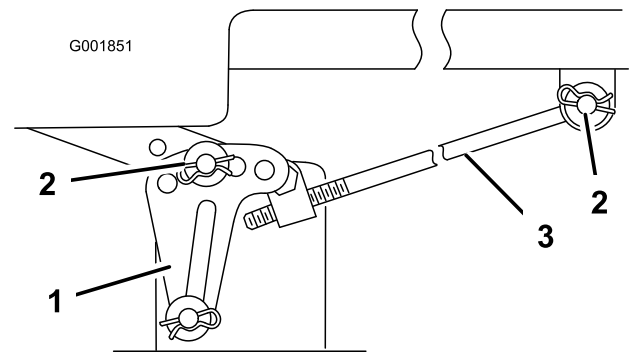

Figura 58
Nota: Antes de retirar el cortacésped, anote los taladros usados para los soportes de nivelación (Figura 58).
5. Retire el pasador de horquilla y la arandela de la varilla de ajuste (Figura 58) en cada lado del cortacésped.
6. Retire el pasador y la arandela del soporte de nivelación del cortacésped (Figura 58) en cada lado del cortacésped. Observe en qué taladro está montado el soporte para instalaciones futuras. Retire los soportes del perno de montaje.
6. Conecte la varilla de ajuste a la máquina con la arandela y el pasador de horquilla (Figura 58) en cada lado del cortacésped.
7. Deslice los soportes de nivelación sobre los pernos de montaje y fíjelos con las arandelas y los pasadores (Figura 58).